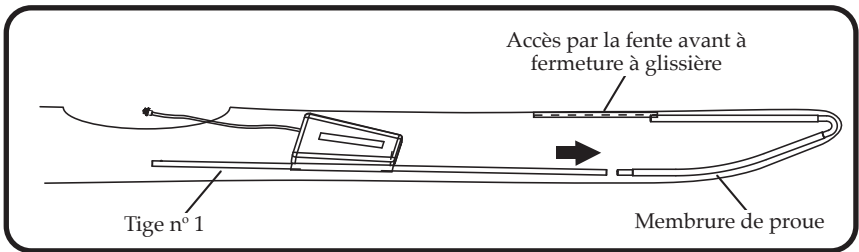

Figure 5
- 5) Installez la tige no 1 à l'extrémité avant du kayak en la reliant à la partie inférieure de la membrure de proue. La tige doit être placée sur le plancher en mousse et son extrémité numérotée doit se trouver du côté de l'hiloire du kayak. **Voir la figure 5.**